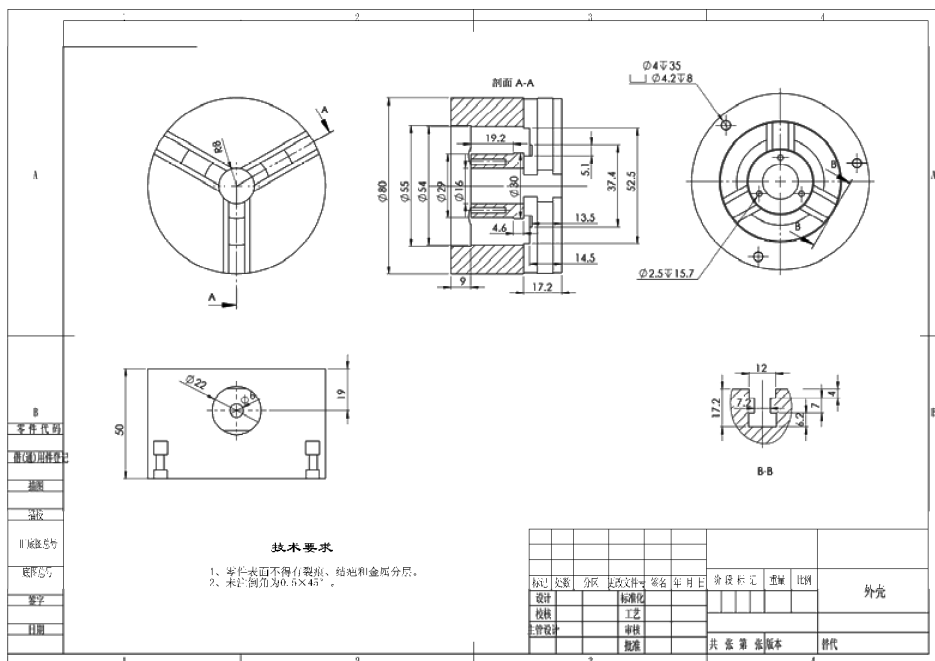

图 7-92 添加尺寸标注效果
STEP 10 单击“注解”工具栏的“智能尺寸”按钮、“孔”按钮和“中心线”按钮等，为视图添加相应的标注，效果如图 7-92 所示（同第 2 章中的操作，详见 7.4 节中的讲述）。